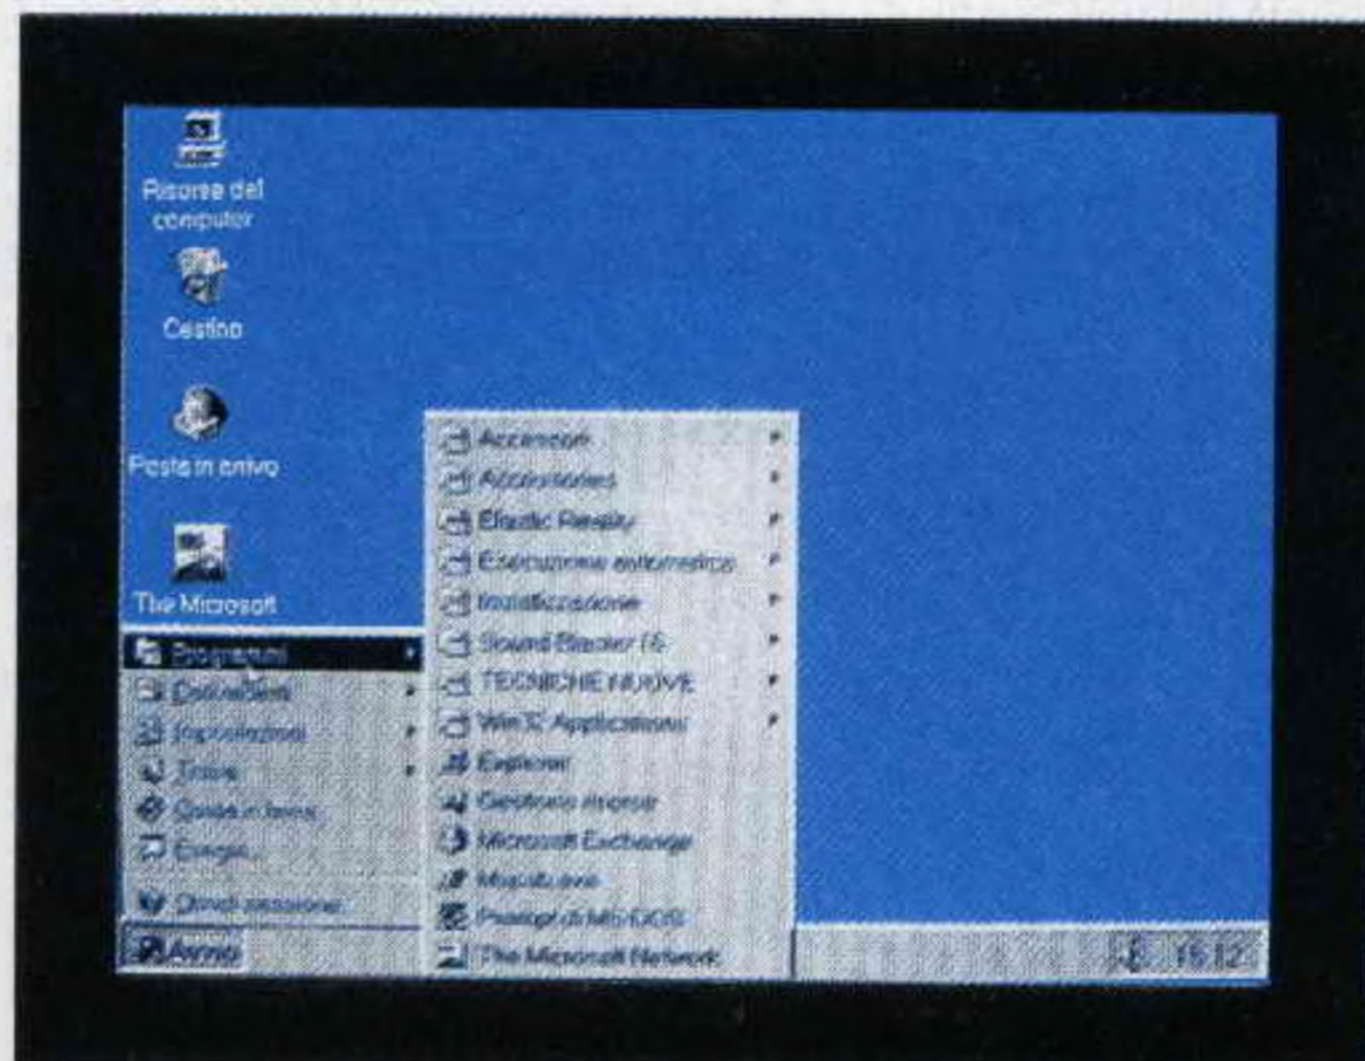

Fig.7 Portate il cursore sulla scritta **PROGRAMMI**, cliccate e vedrete apparire questa nuova finestra.
- Portate il cursore sull'icona **Programmi**. A destra apparirà subito una seconda finestra (vedi fig.7).